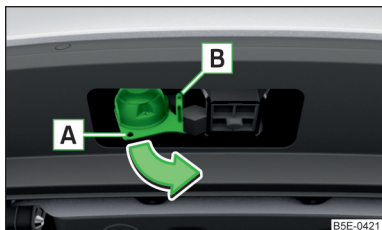

Fig. 178
- Apucați prizei cu 13 pini în zona **A** și rabatați-o în afară, în sensul săgeții » fig. 178.
- Introduceți conectorul cablului remorcii în prizei cu 13 pini **A** » fig. 178.
- Desprindeți cablul de tractare al remorcii din inelul de siguranță **B** » fig. 178.
- Apucați prizei cu 13 pini în zona **A** și rabatați-o spre interior, în sens contrar săgeții » fig. 178.